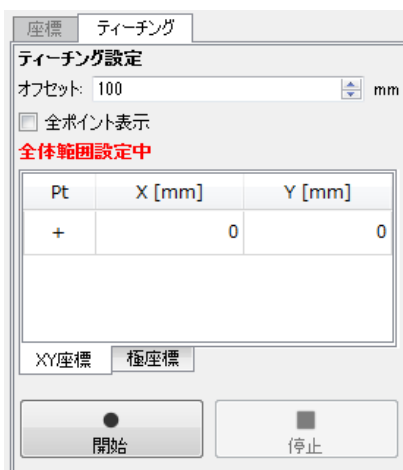

図 7-45 ティーチング設定
- 希望する領域から背景までの距離をオフセットに設定して、[開始]ボタンをクリックしてください(図7-45)。(オフセットは、最大検出距離まで設定可能です。)